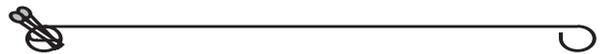
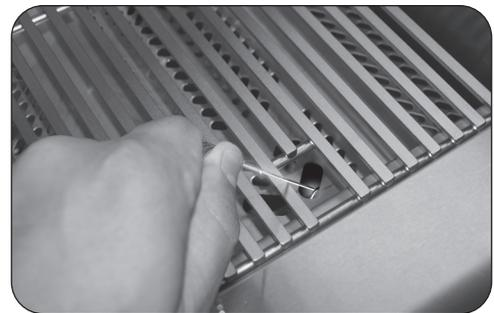

Fig. 32-2 - Titulaire de match
Fig. 32-3 - Éclairage manuel
2. Insérez soit un brûlant long baril briquet au butane, un match à longue tige de brûlure, ou une allumette en feu détenues par un titulaire d'extension de fil (Fig. 32-2) À travers les grilles de cuisson du brûleur (Fig. 32-3). Pour backburners, maintenez la flamme contre le matériau perforé de la veilleuse.
4. Si le brûleur ne se allume pas dans les cinq (5) secondes de tourner le bouton de commande, enfoncez immédiatement le bouton et tournez la valve à **AU LOIN**. **ATTENDEZ CINQ (5) MINUTES** avant de répéter les étapes 2 à 4 des instructions manuelles d'éclairage.